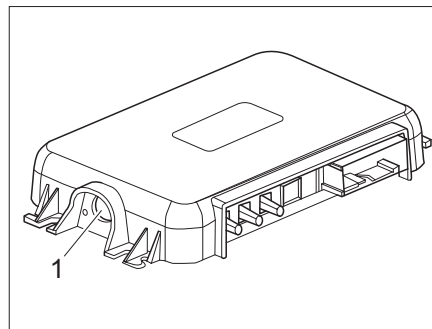

Fig. 278 Tecla de emparejamiento en el SCU
- Presionar la tecla de emparejamiento del SCU (Fig. 278,1). El vehículo y el dispositivo móvil ahora están emparejados.